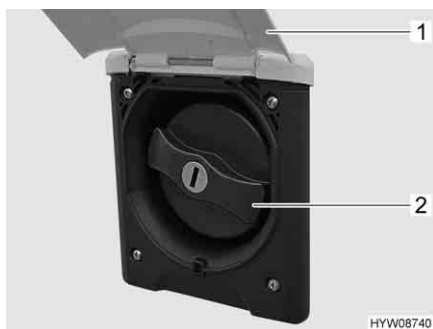

Fig. 149 Coperchio per bocchettone di riempimento dell'acqua potabile
- Sollevare lo sportello esterno (Fig. 149,1).
- Ruotare il coperchio blu (Fig. 149,2) di un quarto di giro.